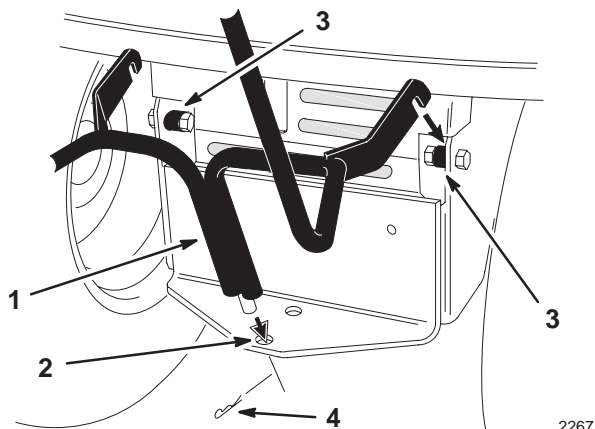

Figure 25
1. Insérez le bas du support de fixation rapide dans le trou du point d'attelage et engagez les rainures avec les entretoises situées à l'intérieur du châssis du tracteur (Fig. 25).
2. Insérez la goupille fendue dans le trou au bas du support de fixation rapide (Fig. 25).